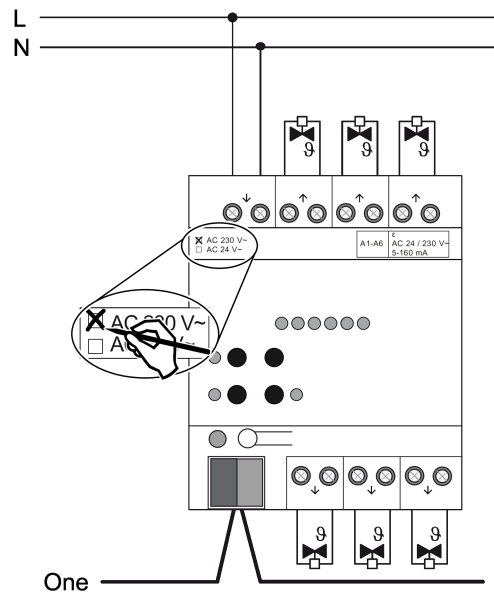

Bild 3: Anslutning ställmotorer 230 V
- Anslut ställmotorer typ AC 230 V enligt anslutningsschemat (se bild 3).